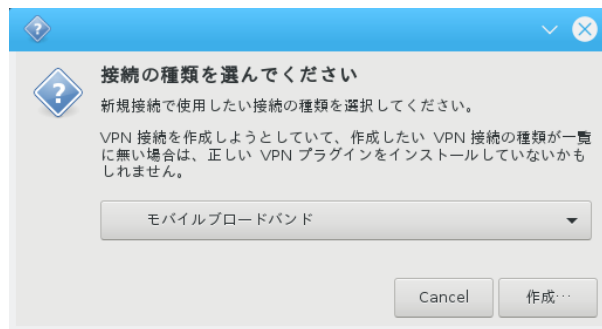

図 4-6-3. ネットワーク種類の選択
- ④ 図 4-6-3 のような接続種類を選択するダイアログが表示されます。